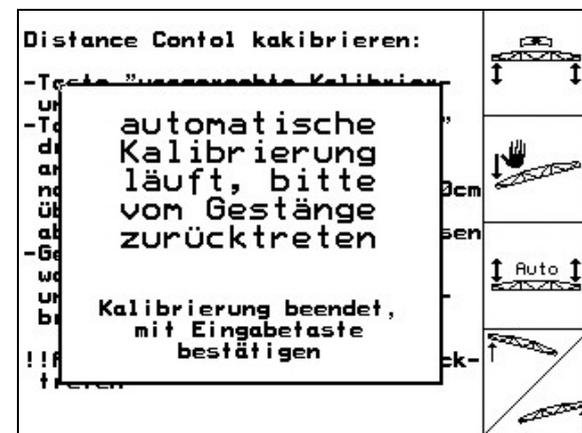

Fig. 33
- Ist die automatische Kalibrierung beendet, zeigt der Rechner dies an (Fig. 33).